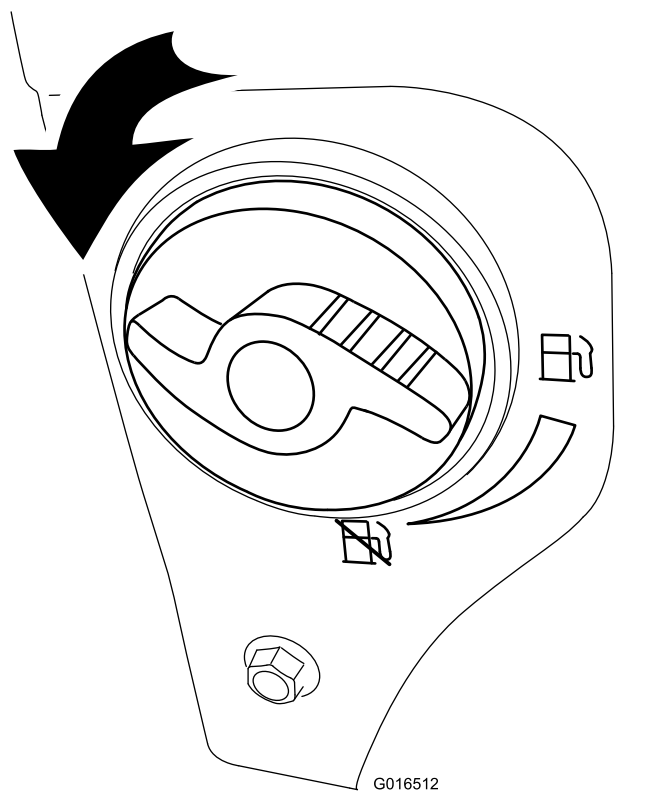

**Figure 21**
3. Insérez la clé de contact à fond dans le commutateur d'allumage (Figure 21).